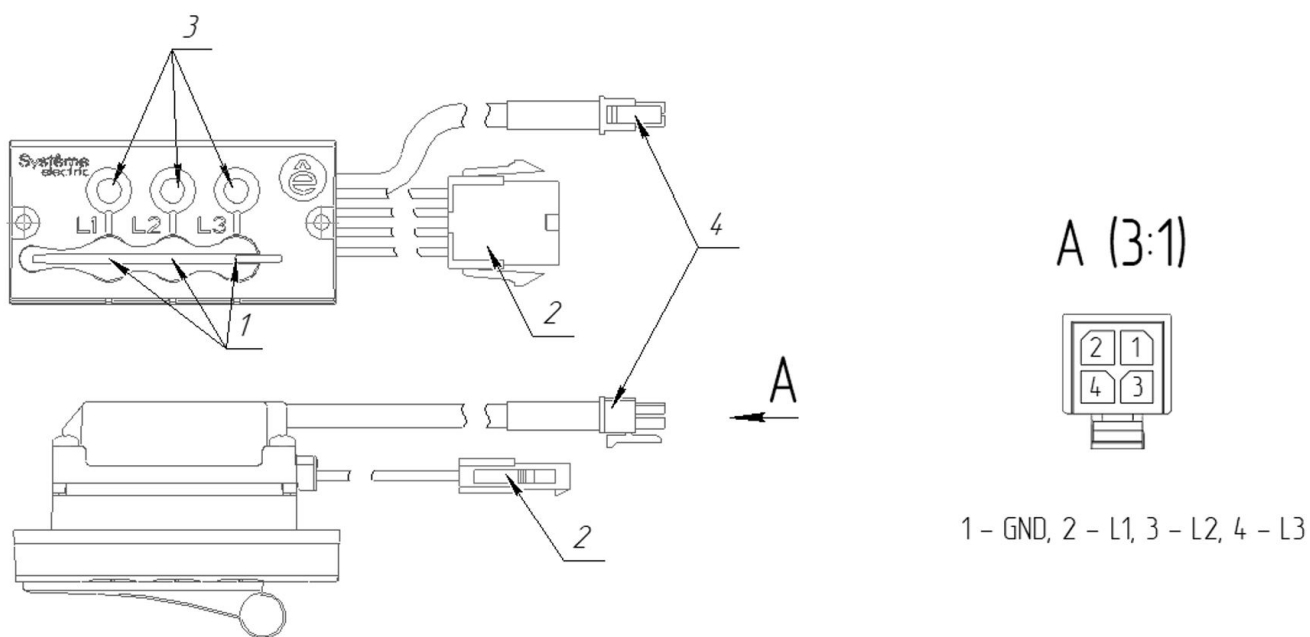

Рисунок 2 – Внешний вид устройства исполнений ДИВГ.676649.001-03, ДИВГ.676649.001-04, ДИВГ.676649.001-05
1.4.3 Для исполнений ДИВГ.676649.001-03, ДИВГ.676649.001-04, ДИВГ.676649.001-05 предусмотрен кабель ДИВГ.685691.093 для подключения к индикатору прохождения токов короткого замыкания (поз. 4, рисунок 2).